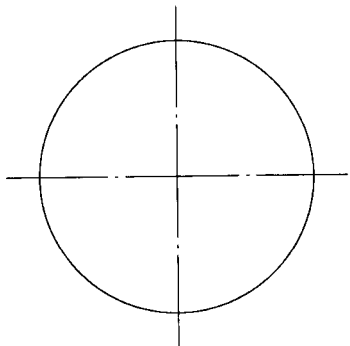

图 1 对角在水平画线上
- 用三角板作出图 1 的外切正六边形、图 2 的内接正六边形。